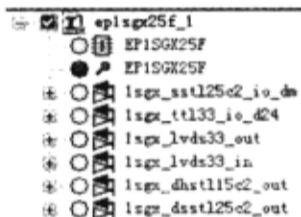

图 2-4-3 IOCell 模型
(3) 在左边“Physical View”栏单击“ep1sgx25f\_1”前面的“+”号浏览 IOCell 模型，树列表中显示所有的 IOCell 模型，如图 2-4-3 所示。